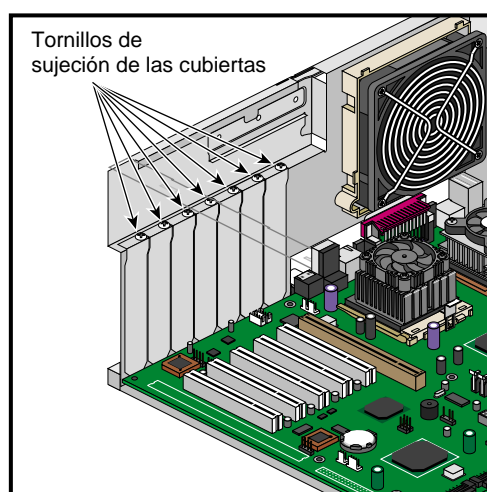

Figura 2-19 Posición del tornillo de sujeción de la cubierta de la ranura de expansión
- Apriete el tornillo de sujeción mostrado en la Figura 2-19.
- Extraiga el tornillo de sujeción mostrado en la Figura 2-19.